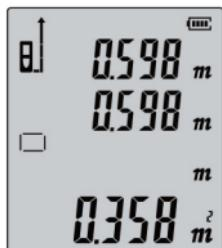

Рис. 1
- Измерьте первую площадь, как показано на Рис. 1.